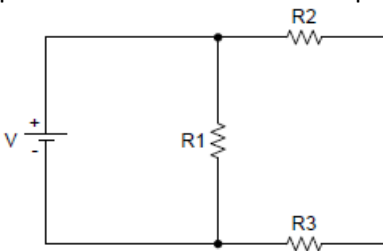

Figura 4
- 2- Arme el circuito de la Figura 4, con las Resistencias $R_1=100\ \Omega$, $R_2=120\ \Omega$ y $R_3=80\ \Omega$.